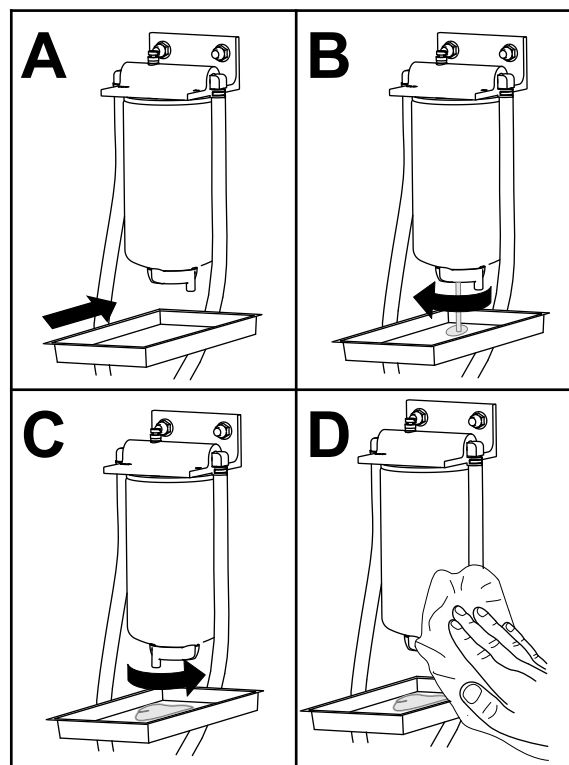

Figura 119
1. Drene el agua del separador de agua/combustible tal y como se muestra en la Figura 119.